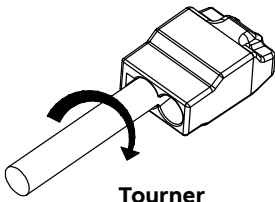

Figure 3
4. Pour retirer le fil, tournez et tirez en même temps. Notez que le connecteur PIC est recommandé pour une utilisation unique (Figure 3).